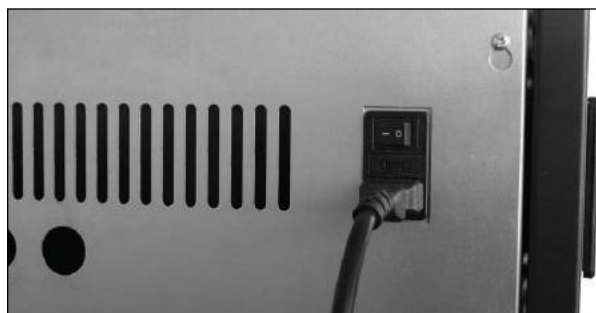

Figura 10: Interruptor de alimentación principal
Encienda el interruptor de alimentación principal ubicado en la parte trasera de la estufa. **CONSULTE LA FIGURA 10.**
3. Indicador de encendido: Se ilumina cuando el interruptor principal de encendido está encendido. **CONSULTE LA FIGURA 10.**
9. Indicador del nivel de calor: La barra angosta de la derecha es Bajo (C). La barra del medio es Medio (B). La barra de la izquierda es Alta (A). La luz sólo aparece en cada barra por sí sola, no aparecen las tres.